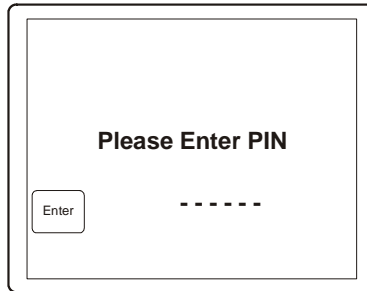

Abbildung 3.3: PIN-Eingabe-Bildschirm
2. Geben Sie die PIN-Nummer mit den alphanumerischen Tasten in den PIN-Eingabe-Bildschirm (Abbildung 3.3) ein und drücken Sie dann die Soft-Taste ENTER.
3. Geben Sie die PIN-Nummer mit den alphanumerischen Tasten im PIN-Eingabe-Bildschirm (Abbildung 3.3) ein. und drücken Sie dann die Soft-Taste ENTER.